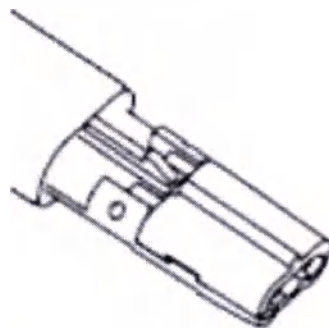

Рисунок 7.
5. Закройте крышку загрузочной камеры (Рисунок 7).